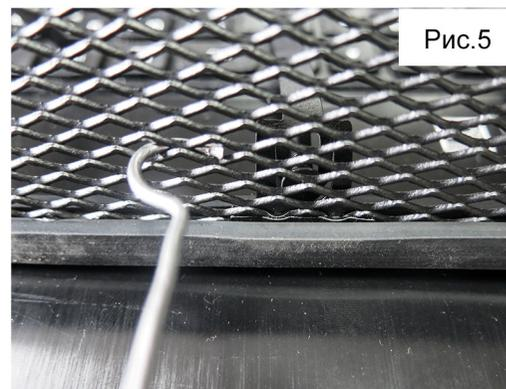

Рис.5
9. При заминании сетки внутрь, завести крючок за сетку (Рис.5) и осторожно потянув его на себя, выровнять заминание.